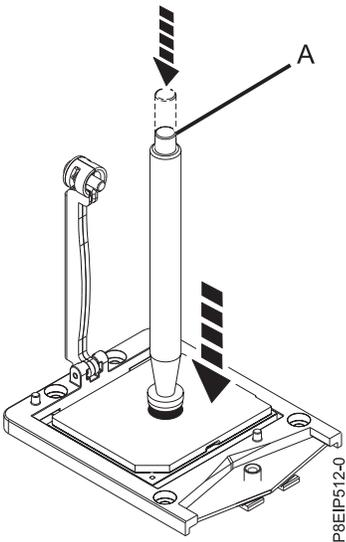

Figure 36. Abaissement de l'outil de retrait sur le module processeur système
7. Abaissez le stylet d'aspiration sur le module processeur système à installer. Appuyez à fond sur le haut du stylet (A) et maintenez le stylet au centre du module processeur système, comme indiqué dans la figure 36. Relâchez le haut du stylet pour fixer le stylet sur le module processeur système.